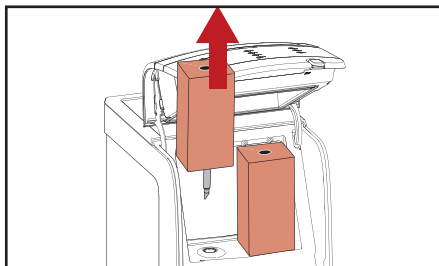

Fig. 5.8 - Fjern pakker
3. Fjern produktpakkene (fig. 5.8).